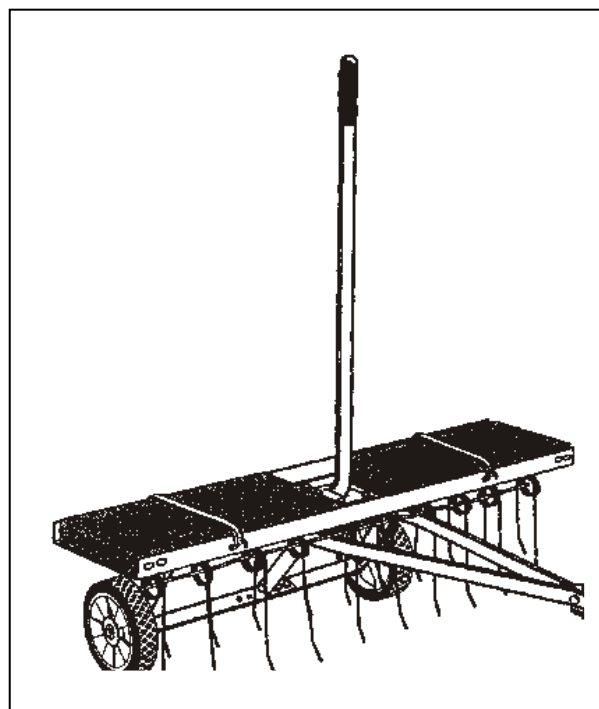

ABB. 11
5. Falls die Maschine während der Arbeit herumspringt, legen Sie Gewichte auf die Zinkenabdeckung. In den meisten Fällen ist eine Belastung der Maschine notwendig. Wegen der geringen Höhe empfehlen wir die Verwendung von Betonpflastersteinen. Sie können aber auch anderes Material verwenden, welches an die Maschine angebunden werden kann. Sichern Sie den Ballast an den Öffnungen in der Abdeckung mit Federgurten oder einem Draht. Siehe Abb. 11.